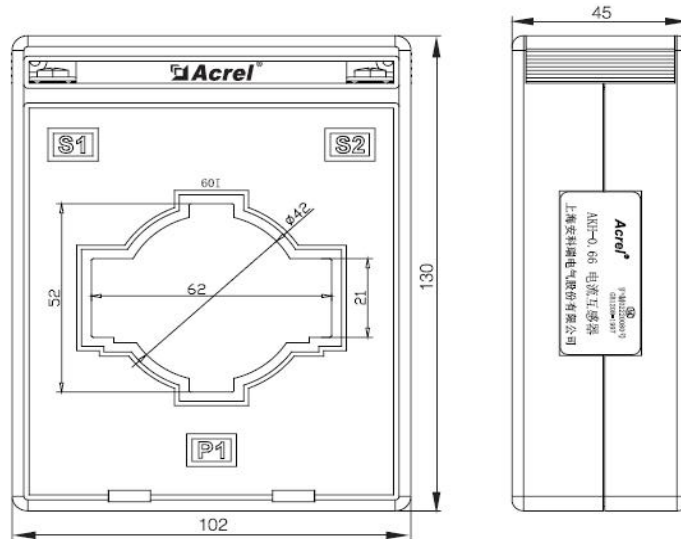

图 11 800A 规格电流互感器外形尺寸
5.3.3 800A 规格电流互感器外形尺寸如图11所示（单位：mm）：